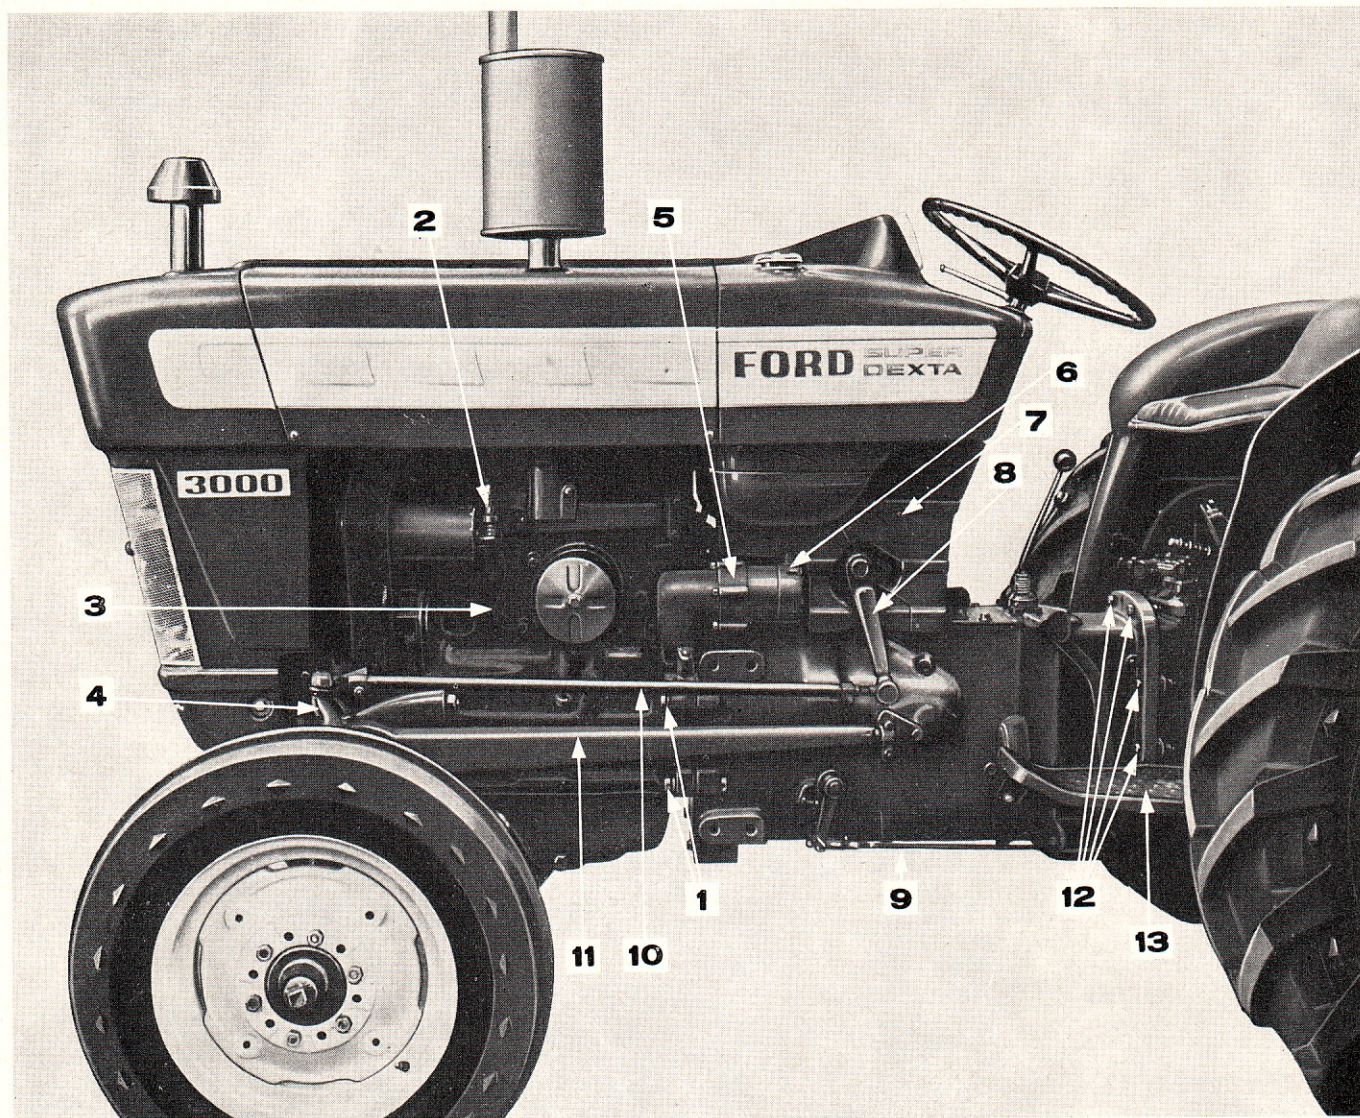

Figure 1: Composants à débrancher avant la séparation
5. Débrancher le câble du compte-tours de l'arrière de la dynamo (fig. 1).
6. Déposer les six vis retenant les couvercles de boîtier de direction avant et arrière gauche (fig. 1).
Déposer les deux écrous fixant les barres de connexion gauches et droites (fig. 1) à leur bielle pendante respective. Chasser la cale conique de l'alésage conique de la bielle à l'aide d'un séparateur ad hoc.
13. Rebrancher le câble d'entraînement du compte-tours à l'arrière de la dynamo (fig. 1).
24. Mettre les couvercles de boîtiers de direction avant et arrière gauches en place et poser les vis de retenue (fig. 1).
6. Déposer les quatre boulons de chaque plateforme (gauche et droite) et déposer les plateformes du carter central de pont arrière (fig. 1).
7. Déposer la goupille et l'axe de chape du bras de débrayage et débrancher la tige de commande de débrayage (fig. 1).
3. Aligner la chape de tige de commande d'embrayage avec le bras de débrayage et monter l'axe de chape et la goupille (fig. 1).
4. Poser les plateformes gauche et droite avec quatre boulons de chaque côté et serrer les vis plateforme/garde-boue, trois de chaque côté (fig. 1). S'assurer que la plateforme droite permet l'engagement maximal du cliquet de frein de stationnement.